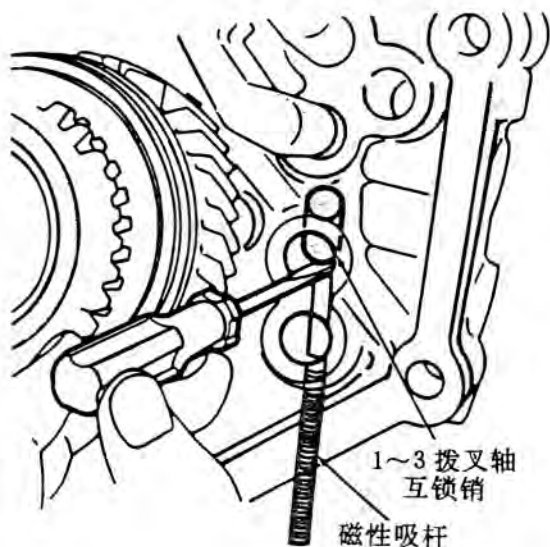

图 81 安装 1st — 3rd 拨叉轴互锁销
(9) 在 1st 和 3rd 拨叉轴之间安装最大的互锁销 (图 81)。